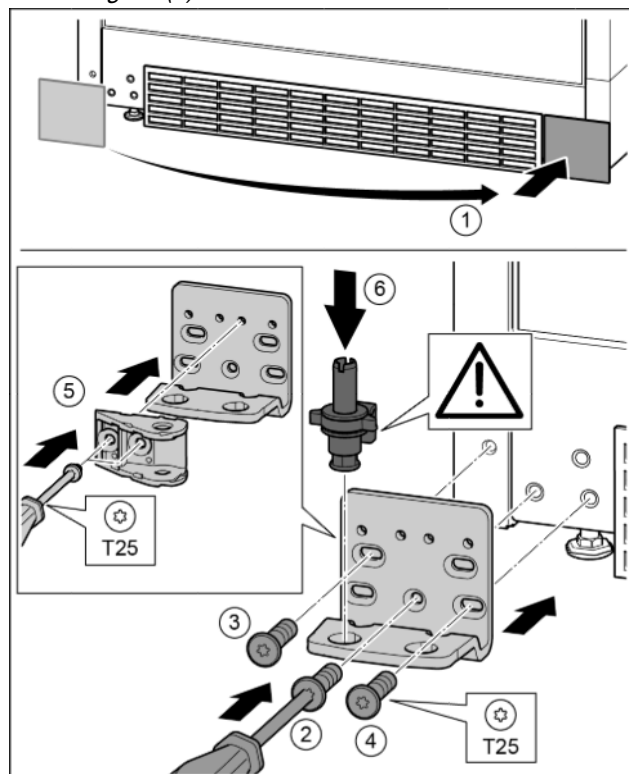

Fig. 28
- ▶ Sejměte kryt a připevněte jej na druhé straně. Fig. 28 (1)
- ▶ Nasadíte stojan ložiska na druhé straně a přišroubujte pomocí šroubováku T25. Začněte šroubem 2 dole uprostřed. Fig. 28 (2)
- ▶ Pevně utáhněte šroub 3 a 4. Fig. 28 (3, 4)
- ▶ Dveřní závěs otočte o 180°. Šroubovákem T25 přišroubujte na druhé straně stojanu ložiska. Fig. 28 (5)
- ▶ Zcela vložte ložiskový čep. Přitom dávejte pozor, aby zajišťovací vačka směřovala dozadu. *Fig. 28 (6)*